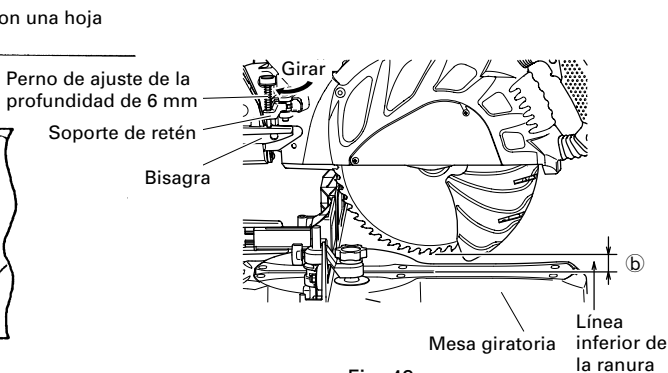

Fig. 49
- (1) Gire el soporte del tope en la dirección indicada en la Fig. 49. Baje la cabeza del motor y gire el perno de ajuste en profundidad de 6mm con la mano (Donde la cabeza del perno de ajuste en profundidad de 6mm entra en contacto con la bisagra.)